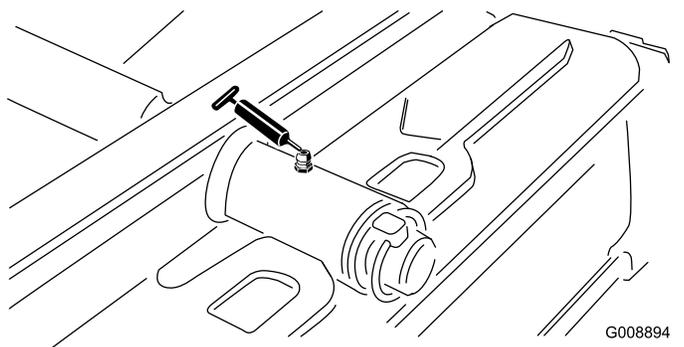

Figura 49
- Articulação da unidade de corte traseira (Figura 49)